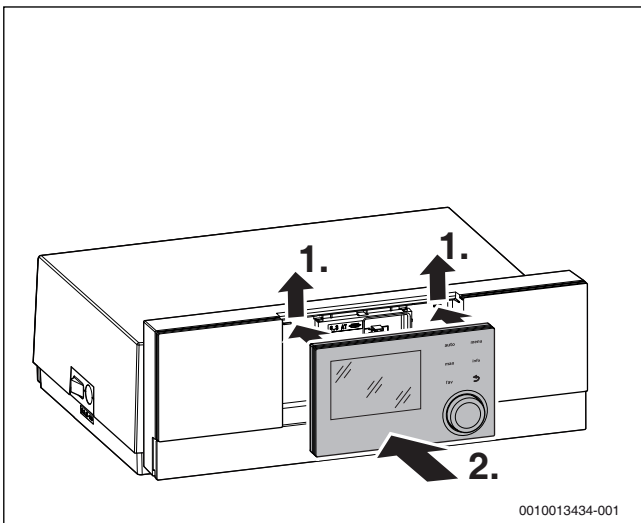

Рис. 23 Установка пульта управления
- ▶ Установите пульт управления RC 310 в систему управления (→ рис. 23).